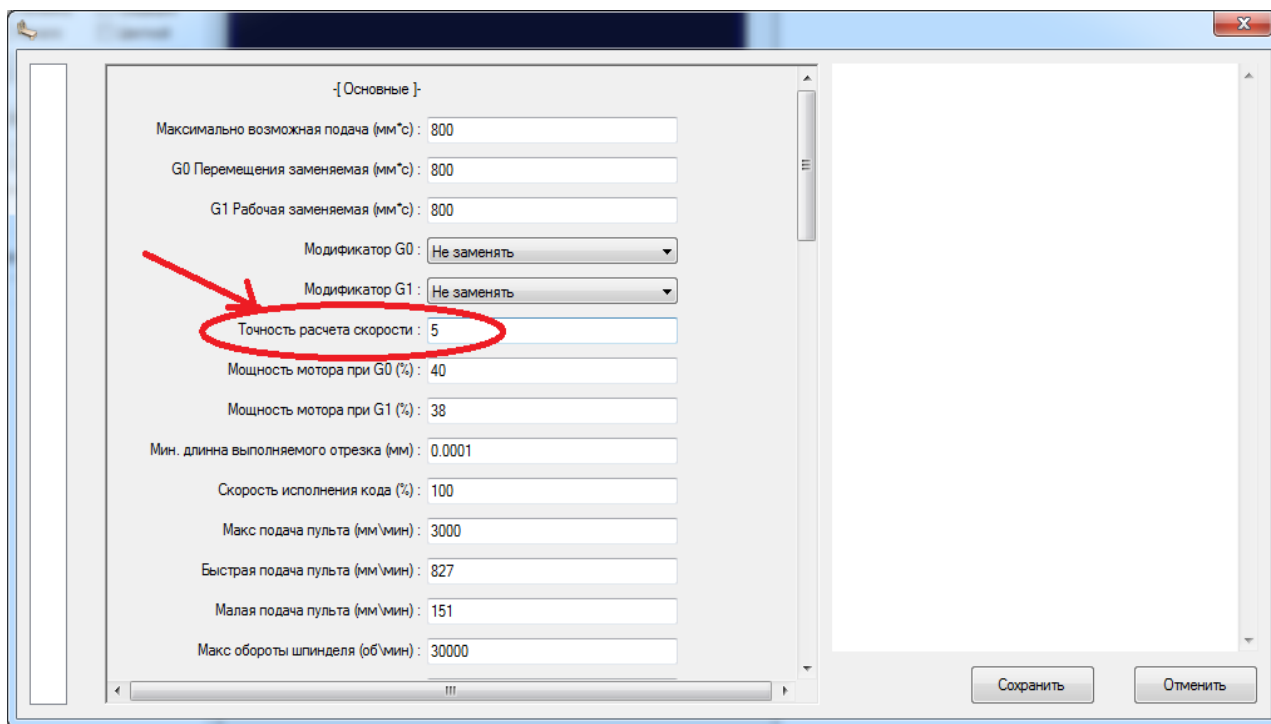

Рисунок 9. Точность расчета скорости
- Если параметр будет равен 20 и более, то увеличится точность расчета скорости, уменьшится время работы станка, но увеличится время анализа кода, рисунок 9.